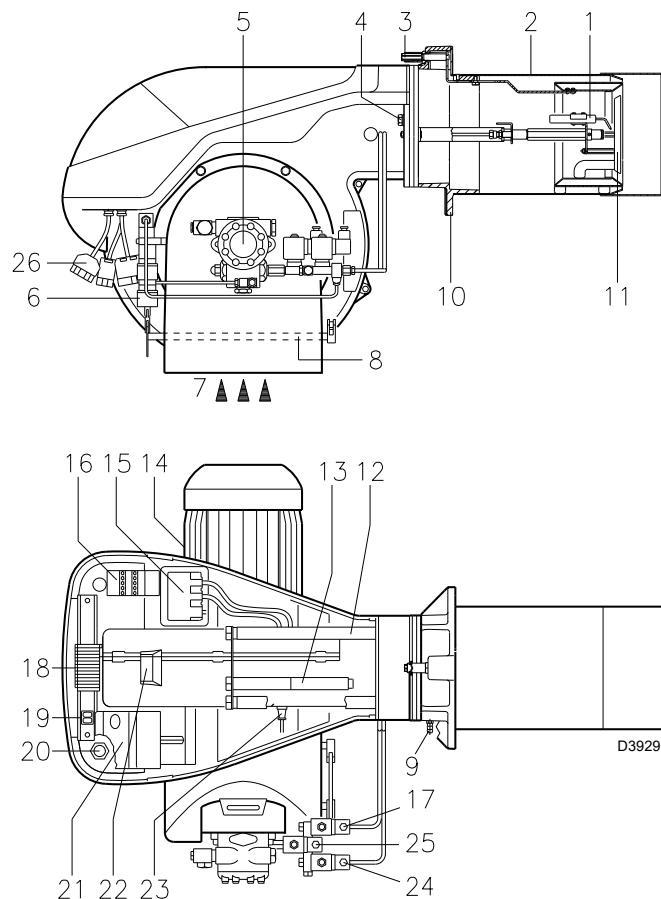

Fig. 1
Bloqueo caja control: la iluminación del pulsador (led rojo) de la caja 22)(Fig. 1) indica que el quemador está bloqueado.
Bloqueo motor: para desbloquear, oprimir el pulsador del relé térmico 17)(Fig. 1)
- 4 - Prolongadores 13)(Fig. 1) para guías 12)(Fig. 1)